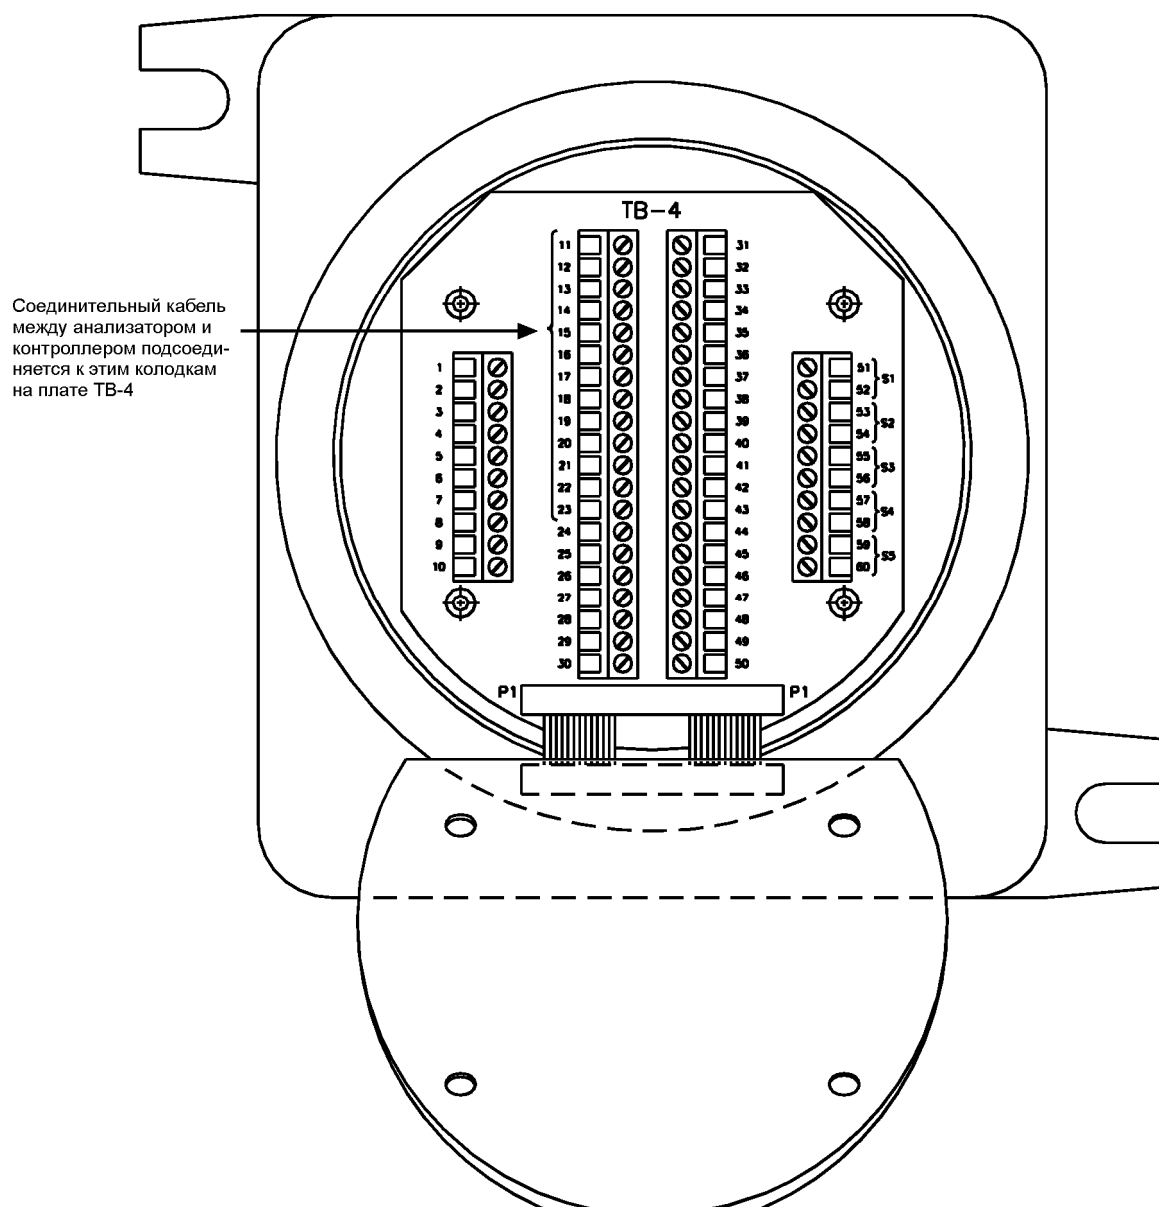

Рисунок 3-5. Плата привода клапана лежит элементами вниз, удерживаемая соединительным кабелем. Открыт доступ к клеммной колодке ТВ-4
- (4) При снятой крышке ослабьте и снимите четыре (4) винта с накатанной головкой, которые удерживают плату привода клапана.
- (5) Осторожно снимите плату привода клапана с фиксирующих винтов. Не отстыковывайте плату привода клапана от кабеля; просто оставьте ее в положении "элементами вниз", удерживаемой кабелем (смотри рисунок 3-5).